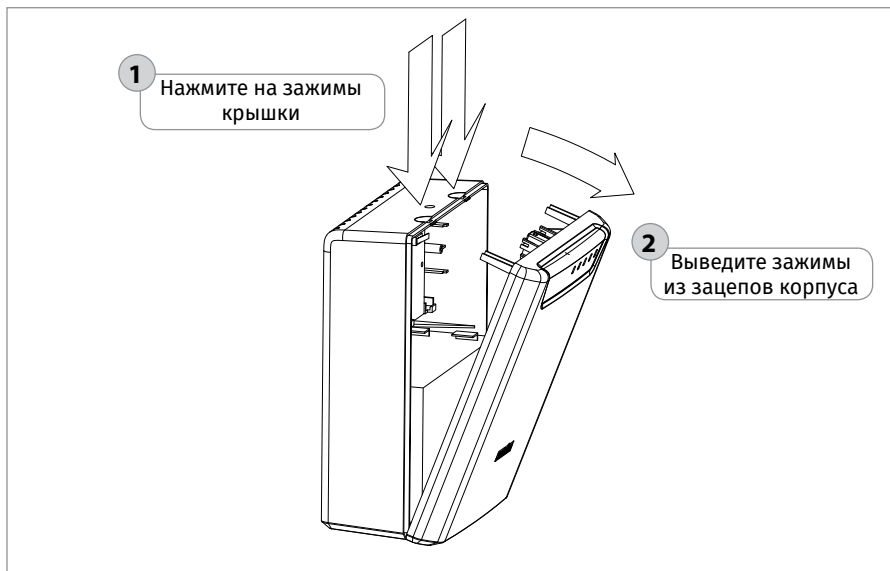

Рисунок 6. Снятие крышки
4. Снимите крышку в порядке, указанном на Рисунок 6.